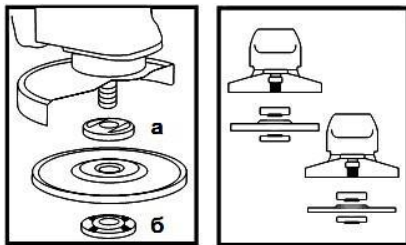

Рисунок 2
4.4 Встановіть на виріб шліфувальний або відрізний круг. Для цього натисніть на кнопку фіксації шпинделя (1) і поверніть його до такого положення, при якому він зафіксується. За допомогою вилочного ключа з комплекту виробу відверніть і зніміть затискну гайку (б) (дивіться рисунок 2). Встановіть шліфувальний диск на посадкове місце фланцевої шайби (а) (рисунок 2), наживіть рукою затискну гайку на шпиндель і затягніть її ключем з комплекту приладу. Відпустіть кнопку фіксації шпинделя і переконайтеся в тому, що кнопка звільнена, через дво- або триразове натискання. Поверніть диск і впевніться, що шпиндель розблокований.